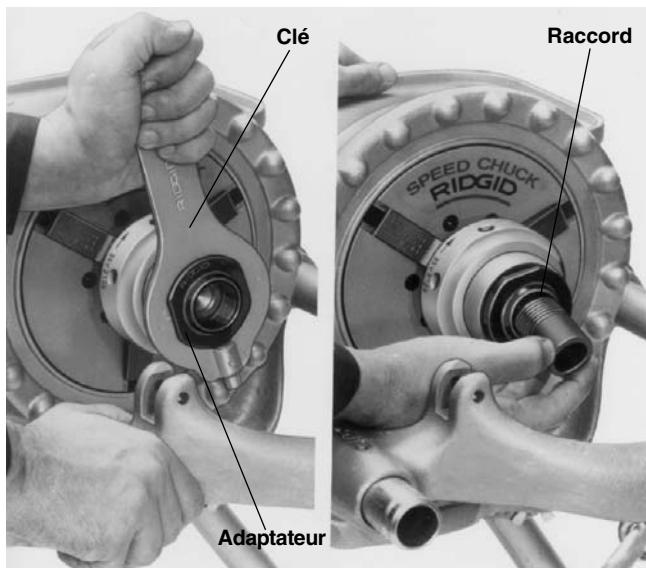

Figure 24 – Installation de l'adaptateur de raccord et du raccord
5. Sélectionnez l'adaptateur approprié et vissez-le dans le mandrin à raccords (*Figure 24*) à la main. Serrez-le avec la clé fournie avec le mandrin à raccords.
6. Vissez l'extrémité filetée du raccord (*Figure 24*) dans l'adaptateur manuellement. Tournez le commutateur directionnel à la position ON et appuyez sur la pédale de commande. Alésez et filetez l'autre extrémité.